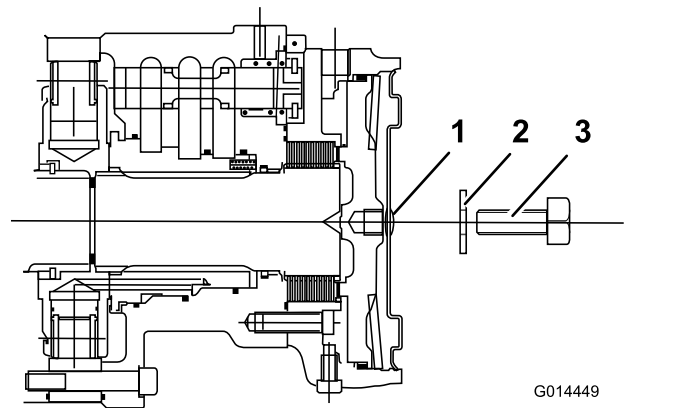

Bild 36
4. Setzen Sie eine lange Stellschraube (M12 x 40 mm) mit Scheibe durch das Loch in der Mitte der Motorendplatte ein (**Bild 36**).
5. Ziehen Sie die Stellschraube im Gewindeloch des Bremskolbens an, bis sich die Bremse löst (**Bild 36**).
6. Ermitteln Sie die Scheibenbremse am linken Vorderradmotor und wiederholen Sie den vorherigen Schritt (**Bild 36**).